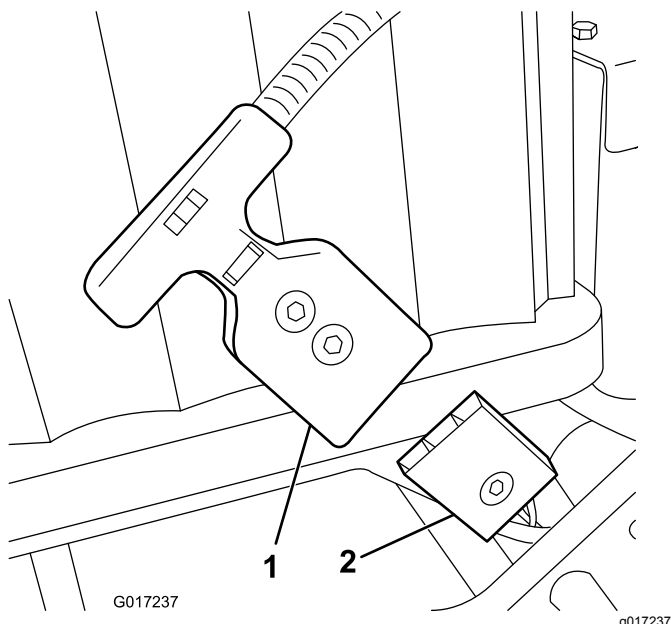

图16
**注意** 如果您无法在电池组安装后使电池组插座与机器线束插头对齐则可以选择先将线束连接至电池组然后再安装电池组。从电池基座上拔下主电源接头 (图16)。按照说明将接头安装到电池上。将电池安装到基座附带的线束穿过相应的孔然后使用之前卸下的紧固件将主电源接头固定到电池基座上。
16. 将主线束上的 T 形手柄接头连接到电池基座的主电源接头上图16。